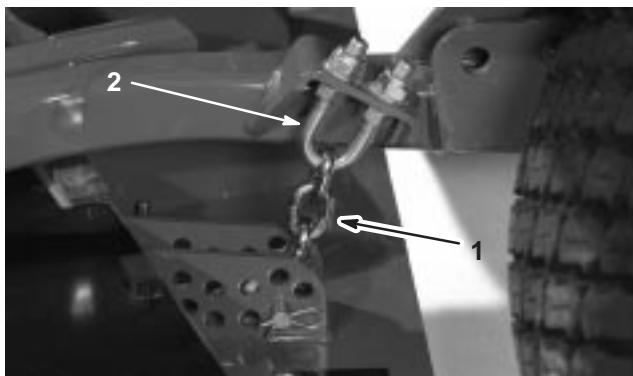

Bild 12
5. Entfernen Sie den Splint und den Lastösenbolzen, mit denen die Schnitthöhenketten an der Rückseite des Schneidwerks abgesichert werden (Bild 12).